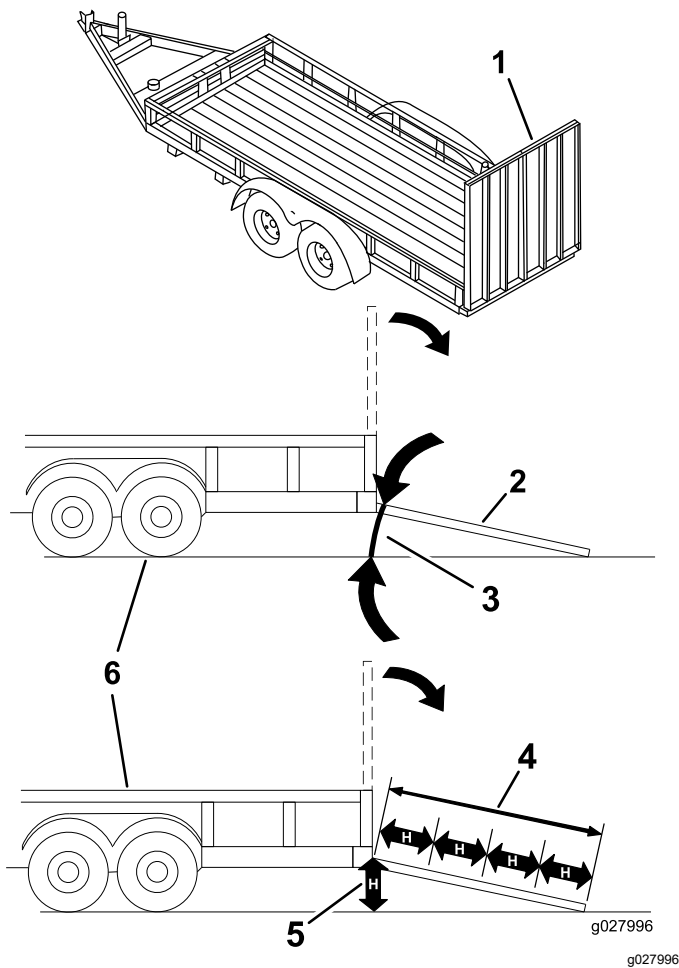

Figura 35
El cargar la máquina en un remolque o un camión aumenta la posibilidad de un vuelco y podría causar lesiones graves o la muerte (Figura 35).
1. Baje la rampa, asegurándose de que el ángulo entre la rampa y el suelo no supera los 15 grados (Figura 35).